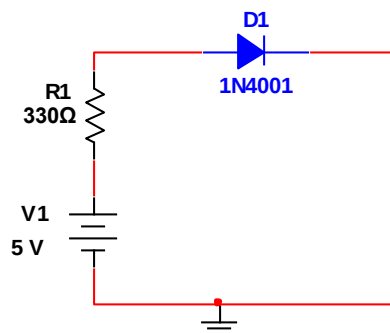

Figura 2.7. Diodo polarizado en directa.
1. Arme en un protoboard el circuito mostrado en la figura 2.7, el cual consiste en un diodo polarizado en directa.